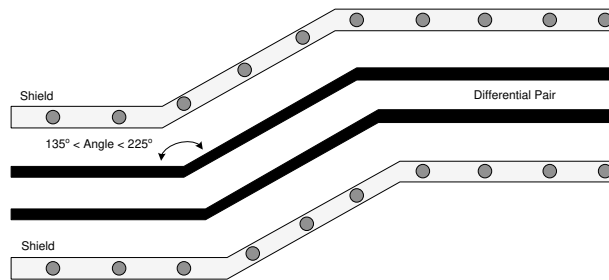

图 9-15. USB 布线示例
- 确保与差分信号对相关的弯曲角度在 135° 和 225° 之间。（请参阅图 9-15。）